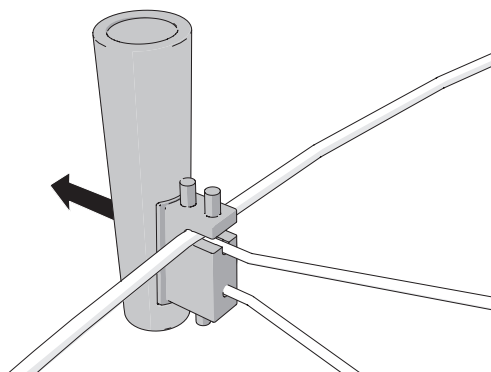

図3
2. 新しいLEDをワイヤーフレームに差し込みます。（図3）